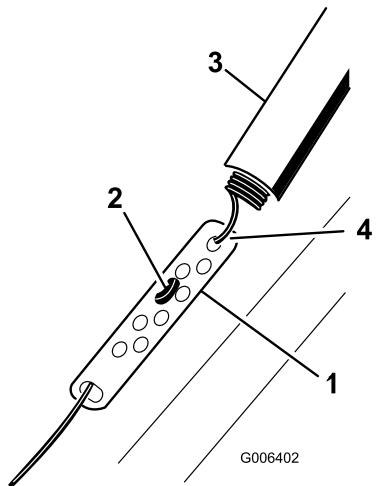

Рисунок 22
- Сдвиньте вверх крышку пружины и отсоедините пружину от регулировочного звена (Рисунок 22).